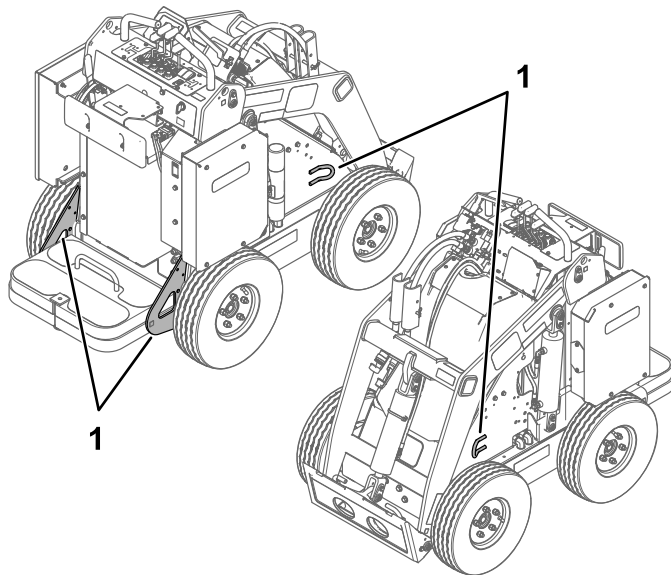

Figura 19
8. Utilizați buclele metalice de legare de pe maină pentru a fixa ferm maina pe remorcă sau camion cu curele, lanuri, cablu sau frânghii (Figura 19). Consultați prevederile locale referitoare la fixare.
Ridicai maina utilizând punctele de ridicare (Figura 19).